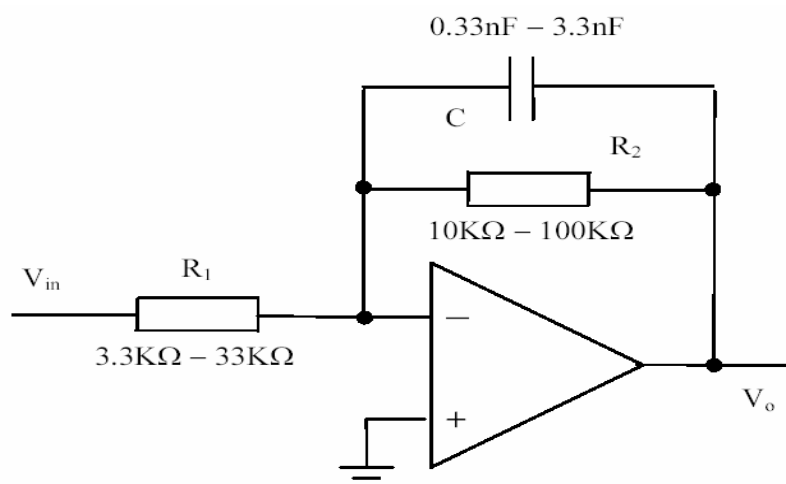

Рис. 22. Активный фильтр низких частот первого порядка
1. Реализуйте схему, показанную на рис. 22. Не забудьте подключить питание к ОУ.